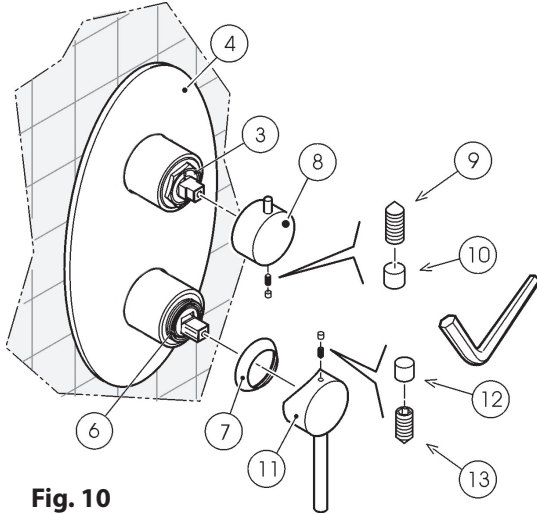
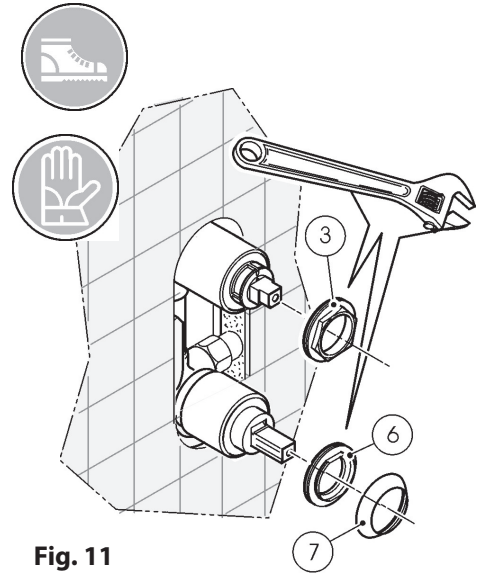
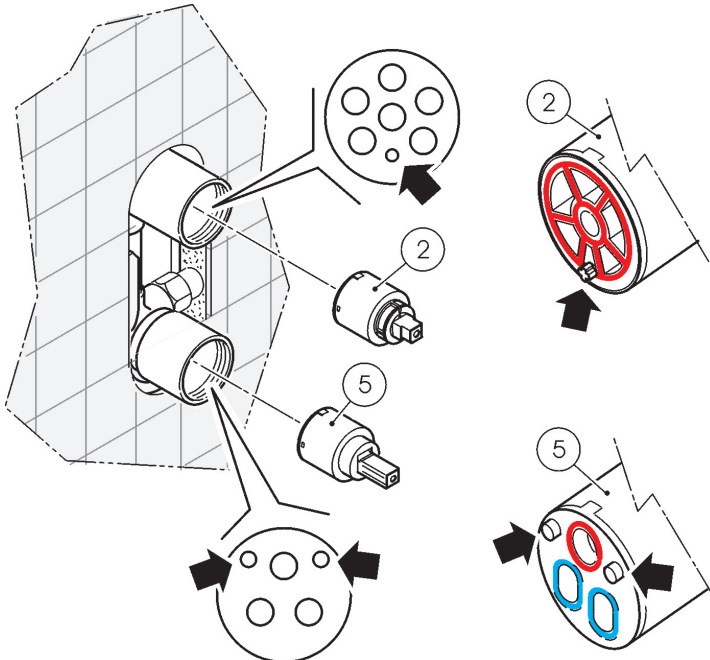

Fig. 10
Fig. 11
Fig. 12
- Limpie minuciosamente la zona con un paño. (Fig.10)
- Мягкой тканью проведите тщательную очистку изделия. (Рис.10)
- Aprire il rubinetto azionando la maniglia erogatore/miscelatore (11) e far defluire l'acqua presente nelle tubazioni idrauliche a monte del miscelatore monocomando;
- Togliere i tappi (10) (12) e i grani (9) (13); sfilare la maniglia deviatore (8) e la maniglia erogatore/miscelatore (11); svitare il coprighiera (7); togliere anche il rosone di copertura (4) per evitare inutili graffi durante il lavoro; svitare poi le ghiera (3) e (6). (Fig 10)(Fig 11)
- È consigliabile proteggere il contatto tra la chiave operatrice e la ghiera (6) e il coprighiera (7) durante il loro svitamento e avvitamento.
- Sfilare la cartuccia deviatore (2) e togliere eventuali residui o incrostazioni formati nel proprio alloggiamento; (Fig. 12)
- Inserire la nuova cartuccia deviatore (2) prestando molta attenzione al piolo sporgente dalla sua base, esso deve entrare nella propria sede.
- Sfilare la cartuccia miscelatore (5) e togliere eventuali residui o incrostazioni formati nel proprio alloggiamento;
- Inserire la nuova cartuccia miscelatore (5) prestando molta attenzione ai pioli sporgenti dalla sua base, essi devono entrare nelle proprie sedi. (Fig 12)
- Open the faucet by engaging the supply/mixer lever (11) and drain the water in the pipes upstream from the single lever mixer.
- Remove caps (10) (12) and grubs (9) (13); remove the diverter knob (8) and the supply/mixer lever (11); unscrew the lock nut cover (7); remove wall trim (4) to avoid scratching while at work; unscrew lock nuts (3) and (6) (Fig 10) (Fig 11).
- It is advised that the contact between the wrench and lock nut (6) and lock nut cover (7) be protected when fastening and locking into place.
- Remove the diverter cartridge (2) and remove any residue or deposits that have formed in the seat (Fig 12).
- Insert the new diverter cartridge (2). Be sure that the studs at its base are lodged into their seats.
- Remove the mixer cartridge (5) and remove any residue or deposits that have formed in the seat.
- Insert the new mixer cartridge (5). Be sure that the studs at its base are lodged into their seats (Fig 12).
- Den Wasserhahn mittels Bedienungshebel (11) öffnen und das noch in den Rohrleitungen vorhandene Wasser ablaufen lassen;
- Die Abdeckstopfen (10) (12) entfernen und die Absperrschrauben (9) (13) lockern; den Umstellgriff (8) und den Bedienungshebel (11) entfernen; die Kappe (7) abschrauben; um unnötige Kratzer während der Arbeit zu vermeiden, auch die Abdeckrosette (4) entfernen; dann die Gewindinge (3) und (6) aufschrauben. (Abb. 10) (Abb. 11)
- Die Umstellkartusche (2) herausziehen und eventuelle Ablagerungen oder Verkrustungen in ihrem Lager entfernen (Abb. 12)
- Die neue Umstellkartusche (2) einsetzen, dabei darauf achten, dass der vorstehende Zapfen an ihrer Unterseite in die vorgesehene Vertiefung tritt.
- Die Mischkartusche (5) herausziehen und eventuelle Ablagerungen oder Verkrustungen in ihrem Lager entfernen;